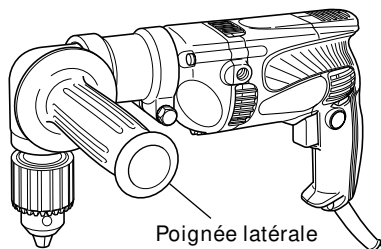

Fig. 11
- (3) Installation de la poignée latérale (Fig. 11)